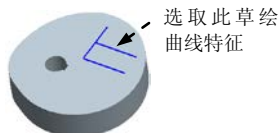

图 8.1.23 测量草绘曲线
(1) 单击[曲线]文本框中“选取项目”字符, 在模型树中选取图 8.1.23 所示的草绘曲线特征。